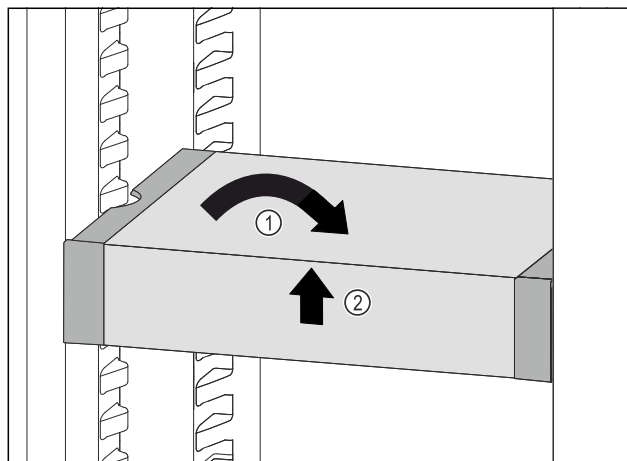

Fig. 240
- VarioSafe postavte rovně. Fig. 240 (1)
- VarioSafe vpředu zvedněte. Fig. 240 (2)